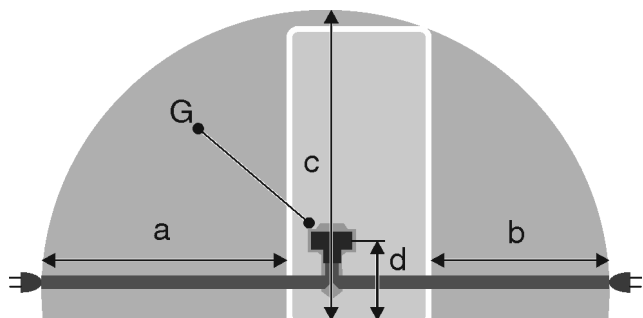

Fig. 52
- Zásuvka leží mimo oblast zadní stěny spotřebiče v dané oblasti Fig. 52 (a, b, c).
- ▶ Zástrčku spotřebiče Fig. 52 (G) zastrčte na zadní straně spotřebiče. Dávejte pozor na správné zaklesnutí.